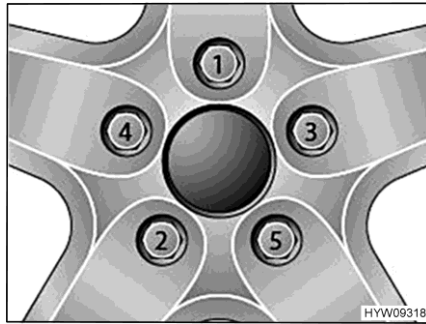

Bild 113 Radmuttern oder Radschrauben über Kreuz festziehen
- Radmuttern oder Radschrauben in der Reihenfolge, die in Bild 113 gezeigt ist, festziehen. Dazu einen Drehmomentschlüssel verwenden und das vorgeschriebene Anziehdrehmoment einhalten (siehe Abschnitt 14.5).
- Radmuttern oder Radschrauben regelmäßig auf festen Sitz prüfen. Radmuttern oder Radschrauben eines ausgewechselten Rades nach 50 km nachziehen. Dabei in der Reihenfolge vorgehen, die in Bild 113 gezeigt ist.
- Wenn neue oder neu lackierte Felgen verwendet werden, die Radmuttern oder Radschrauben zusätzlich nach ca. 1000 bis 5000 km nachziehen. Dabei in der Reihenfolge vorgehen, die in Bild 113 gezeigt ist.